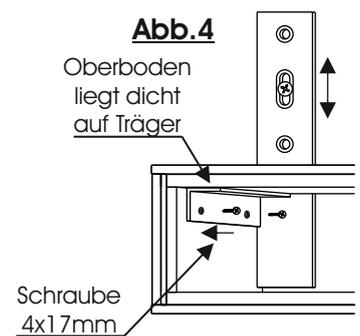

Abb.4
1. Legen Sie die Position des Elements an der Zimmerwand fest und montieren anschließend die Aufhängeschiene wie in Abb.4 und Abb.5 dargestellt.
4. Ziehen Sie anschließend mit einem Inbusschlüssel vom Inneren des Korpus oder mit einem Maulschlüssel von oben durch den Kabelkanal die Gewindeschraube des Kippsicherungsbeschlags an. (Abb.4)
5. Verschrauben sie den Metallträger mit dem Möbel. Verwenden Sie hierzu je Träger zwei 4x17mm Schrauben. Achten Sie darauf, dass der Oberboden dicht auf den Träger aufliegt.(Abb.4)